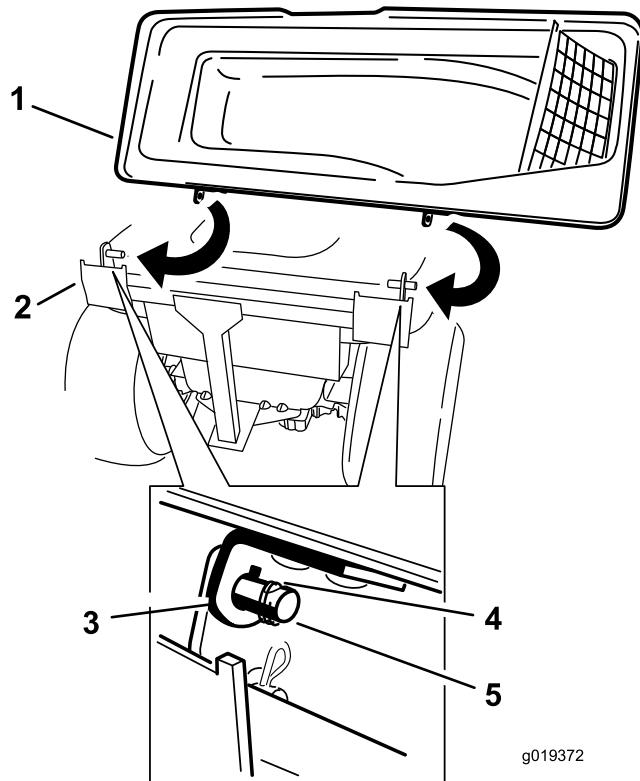

**Bild 6**
1. Drehen Sie die Abdeckung des Heckfangsystems um. Setzen Sie das Gitter ein, siehe Bild 6, sodass es sich nach unten zu den Grasfangkörben neigt. Stellen Sie sicher, dass das Gitter einrastet und die Zungen an der Abdeckung des Heckfangsystems greifen.